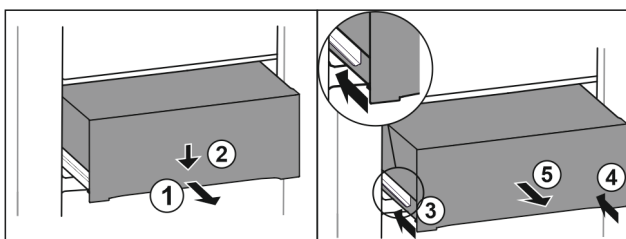

Fig. 146
- Tirer le tiroir jusqu'à mi-chemin. Fig. 146 (1)
- Appuyer sur l'avant du tiroir vers le bas. Fig. 146 (2)
- Insérer le rail gauche d'env. 2 cm. Fig. 146 (3)
- Insérer le rail droit d'env. 2 cm. Fig. 146 (4)
- Retirer le tiroir par l'avant. Fig. 146 (5)